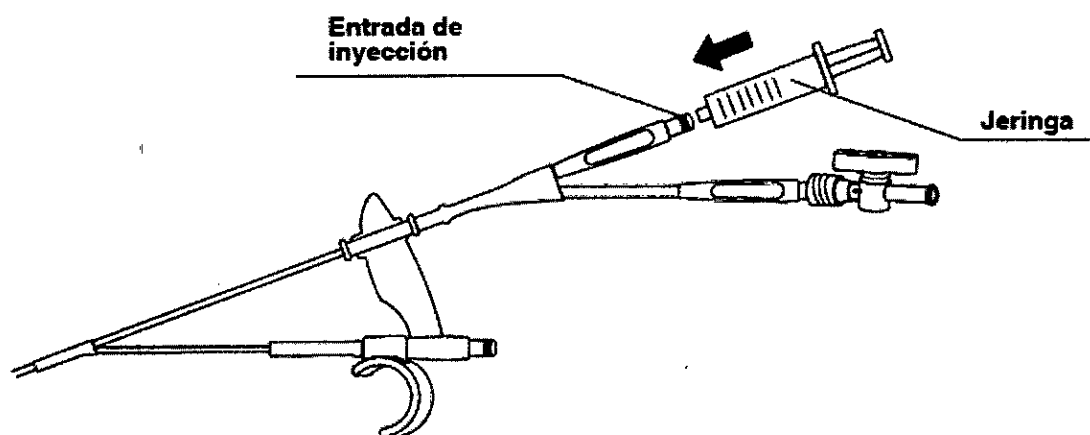

Figura 7
1. Inyecte solución de contraste, fluido médico o solución salina en la entrada de inyección del instrumento mediante una jeringa estéril (véase la Figura 7). Compruebe que el fluido sólo sale por la salida de la inyección del extremo distal del instrumento
3. Conecte otra jeringa que contenga aire en la entrada de inyección del instrumento (véase la Figura 7). Inyecte aire en la porción de inserción para evacuar la solución de contraste, el fluido médico o la solución salina.